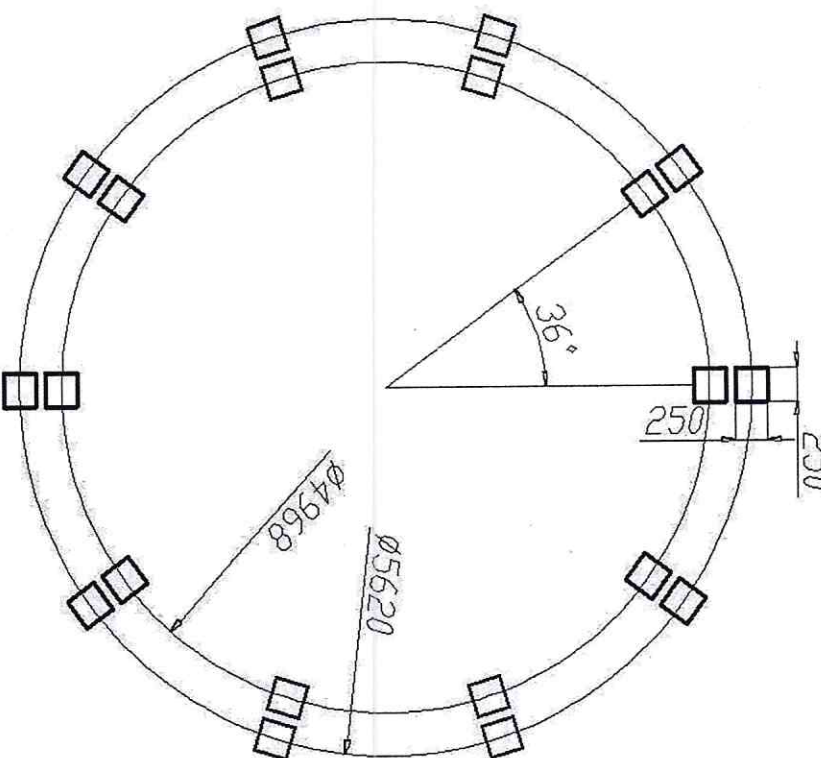

Рис. 1 Схема бетонирования
1. Подготовьте фундаментные ямы для установки и бетонирования стоек согласно рис. 1. Глубина фундаментных ям – 40 см.